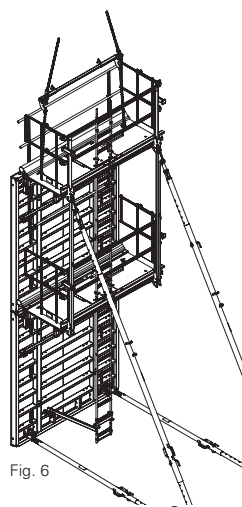

Fig. 6
2. Assicurare l'unità di cassaforma con appositi puntelli di stabilizzazione. Fig. 6